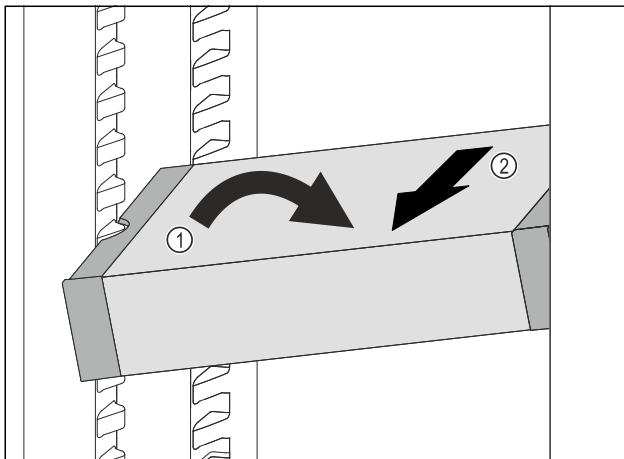

Fig. 92
- VarioSafe im Kühlteil schräg stellen. Fig. 92 (1)
- VarioSafe nach vorne entnehmen. Fig. 92 (2)